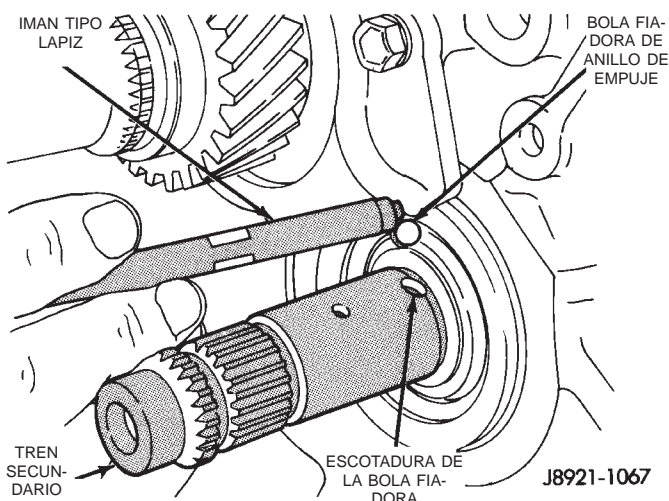

Fig. 60 Desmontaje de bola fiadora de anillo de empuje de engranaje de quinta velocidad
(12) Retire la bola fiadora del anillo de empuje del engranaje de quinta velocidad del árbol intermediario (Fig. 60).